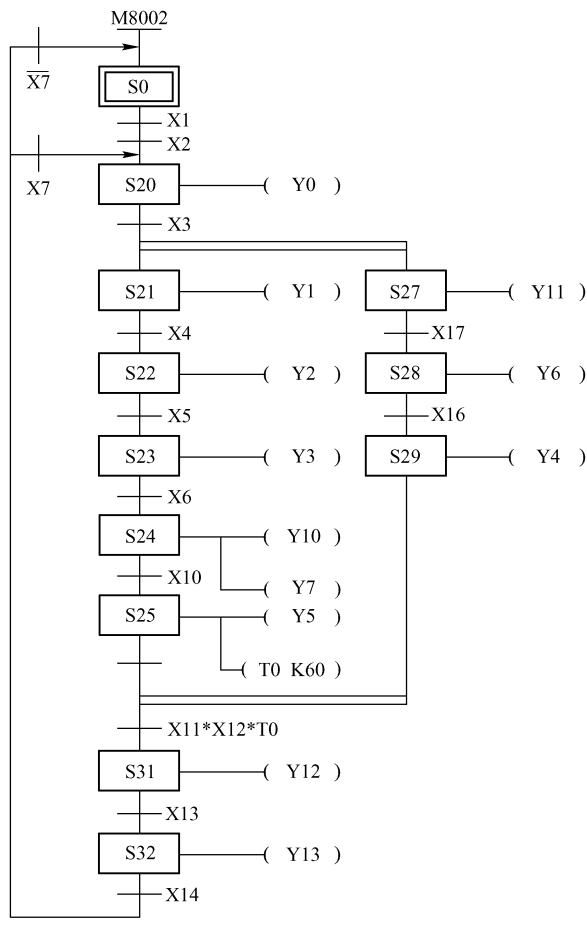

图 5-89 并行性分支状态转移图二
4. 有一并行性分支状态转移图如图 5-89 所示。请对其进行编程。